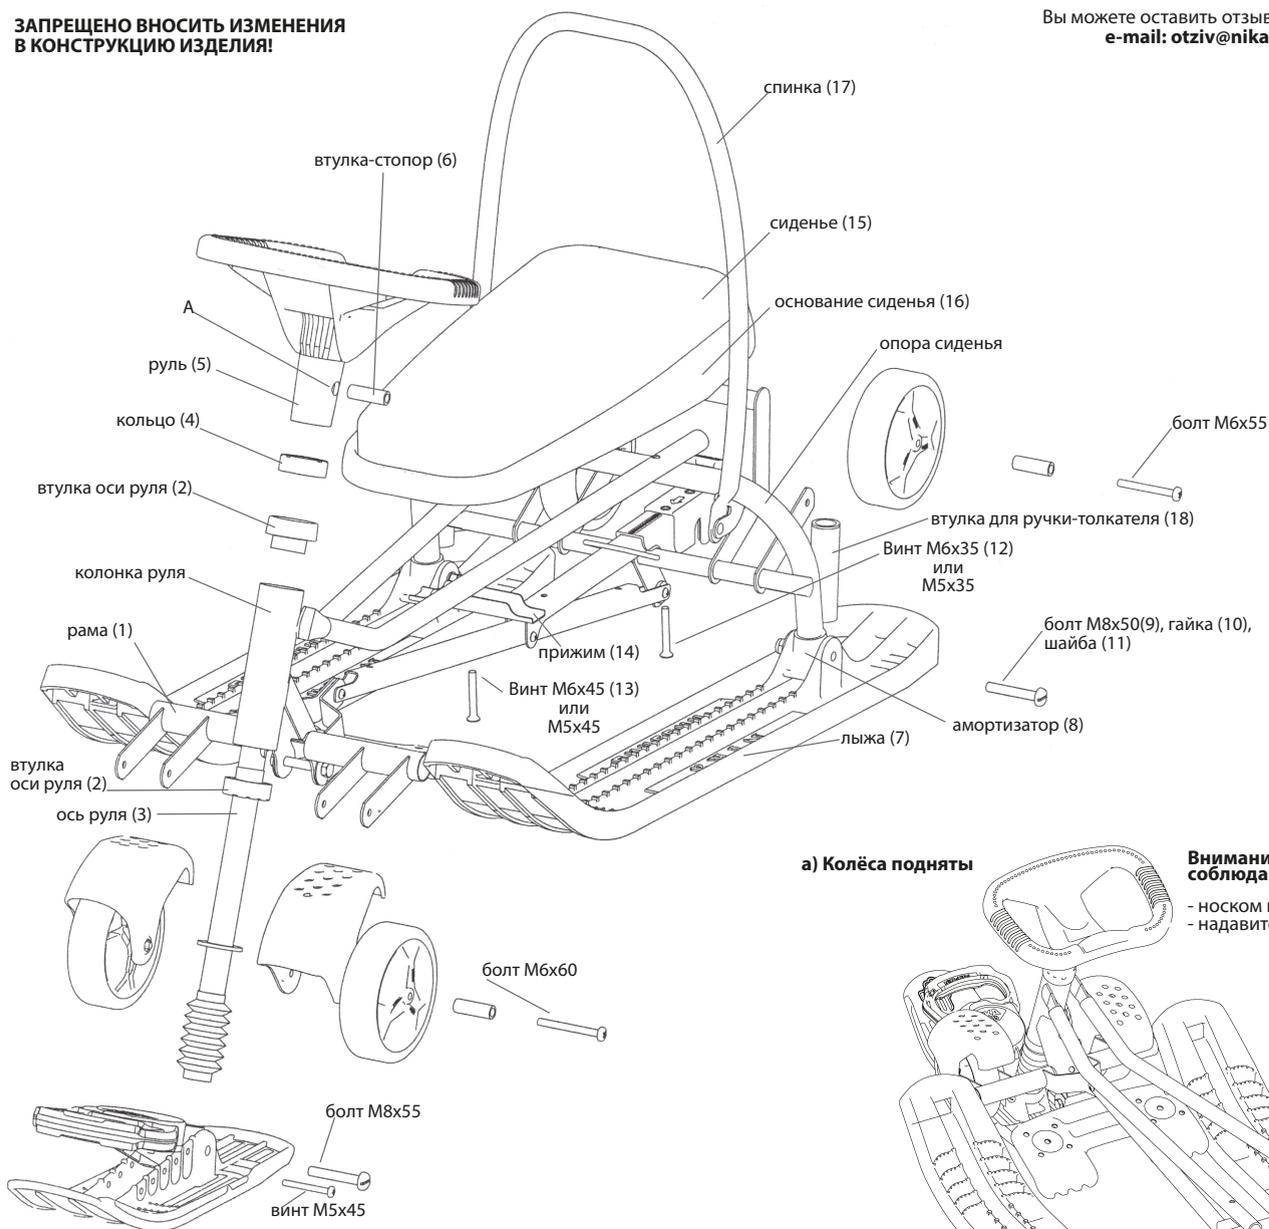

Рис. 1 Сборка снегоката арт. ТС6
Для приведения снегоката в рабочее состояние необходимо провести сборочные операции в соответствии с прилагаемой схемой (см. рис. 1). Для сборки применяются гаечный ключ на 13 и отвёртка.
- установите с обеих сторон колонки руля втулки оси руля (2) (см. рис. 1);
- вставьте ось руля (3) в колонку руля;
- закрепите предварительно кольцо (4) на руле (5) выше крепёжного отверстия (А);
- установите руль (5) на ось руля (3), совмещая отверстия (А), установите втулку- стопор (6), перемещая кольцо (4) закройте втулку-стопор (6);
- соблюдая право/лево вставьте лыжи (7) на металлические полозья рамы (1), установите амортизаторы (8) на опору сиденья рамы (1);
- закрепите лыжи (7) через амортизатор (8) болтом (9) с гайкой (10) и шайбой (11);
- при помощи 2-х винтов М6х35, или М5х35 (12) и винта М6х45, или М5х45 (13) с прижимом (14) закрепите сиденье (15) с основанием (16) на раме. Рекомендуется «наживить» винты рукой, затянуть до упора отвёрткой (не применять электроинструменты);
- на спинку (17) наденьте чехол;
- при необходимости, вставьте ручку-толкатель во втулки на раме (18).